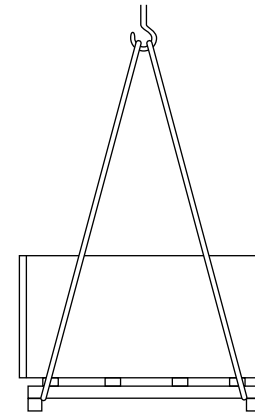

Abb. 17: Transport von Paletten mit dem Kran
1. Schlagen Sie Seile, Gurte oder Mehrpunktgehänge entsprechend Abb. 17 an der Palette an.